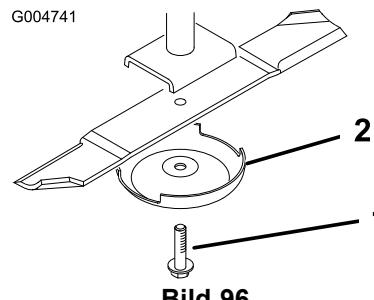

Bild 96
2. Halten Sie das Ende des Messers mit einem stark wattierten Handschuh oder wickeln Sie einen Lappen um es herum. Entfernen Sie die Messerschraube, die Antiskalpiercuppe und das Messer von der Spindelwelle (Bild 96).